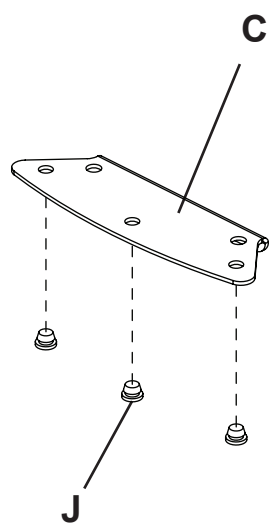

Figure 2.1
(4) 540-1059
- 1** Fixez le tube vertical (B) à la base de support (H) à l'aide d'une bague en plastique (AA), d'une vis à tête creuse M5 x 55 mm (R) et d'un écrou M5 (S) comme illustré dans le dessin de détail 1.
- 2** Enfoncez trois embouts de protection (J) dans la pince de fixation pour étagère (C) comme illustré à la figure 2.1